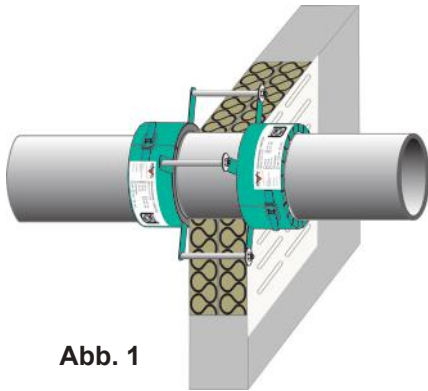
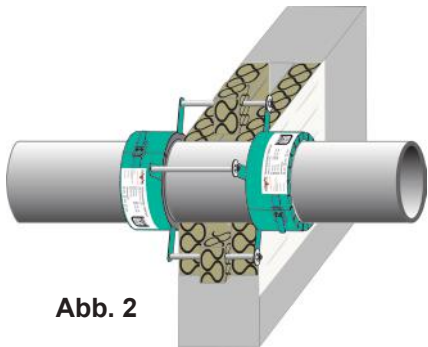
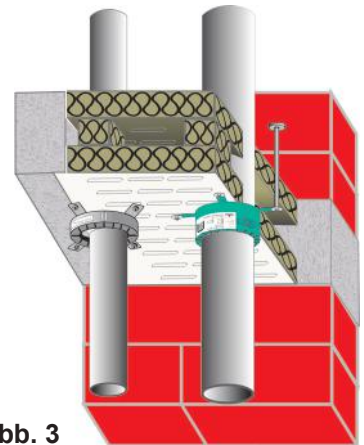

Abb. 1
Abb. 2
Abb. 3
3. Für Wandabschottungen benötigen Sie jeweils 2 Manschetten (Abb. 1, 2 und 4) und für Decken jeweils nur 1 Manschette (Abb. 3) von unten.
Siehe Beispiele für Wand (Abb. 2) und Decke (Abb. 3)!